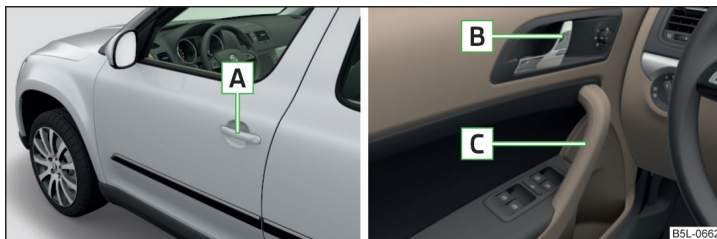

Fig. 34 Poignée de la portière / manette d'ouverture des portières
- Tirer sur la poignée **A** » fig. 34 de la porte concernée.